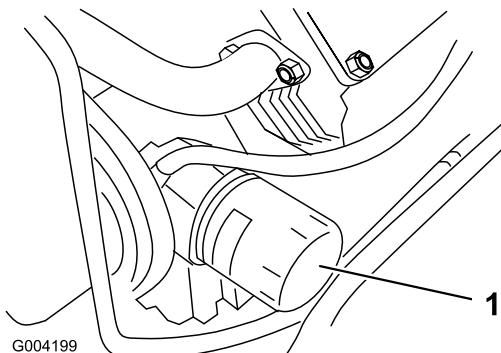

Figura 37
3. Retire el filtro usado (Figura 37) y límpie con un paño la superficie de la junta del adaptador del filtro.